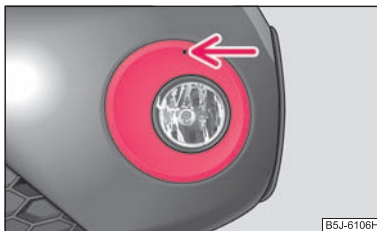

Abb. 168 Vorderer Stoßfänger: Fabia Scout
- In die Öffnung oberhalb des Nebelscheinwerfers ⇒ Abb. 168 führen Sie den Drahtbügel aus dem Bordwerkzeug ein und nehmen die Abdeckung heraus. ■